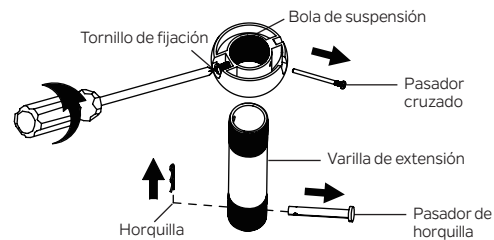

Figura 8
Paso 2. Retire la horquilla y el pasador de horquilla del conjunto de la varilla de extensión, guárdelos para usarlos posteriormente. Retire la bola de suspensión del conjunto de la varilla de extensión aflojando el tornillo de fijación, quitando el pasador transversal y deslizando la bola fuera de la varilla. (Figura 8)